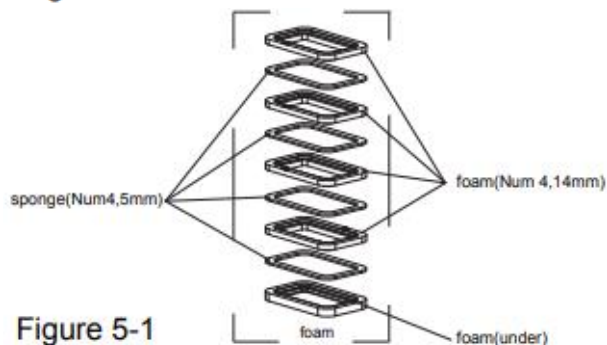

Figure 5-1
5. Voordat u het luchtkanaal van de binnen unit van de airconditioner voor recreatievoertuigen installeert, monteert u het schuim overeenkomstig de dikte van de bovenkant van het voertuig. Gebruik na de gesimuleerde installatie een geschikte hoeveelheid spons en schuim. Plak de spons en het schuim vast met dubbelzijdig plakband (voorbereid door de gebruiker) (zie Afbeelding 5-1, Afbeelding 5-2).